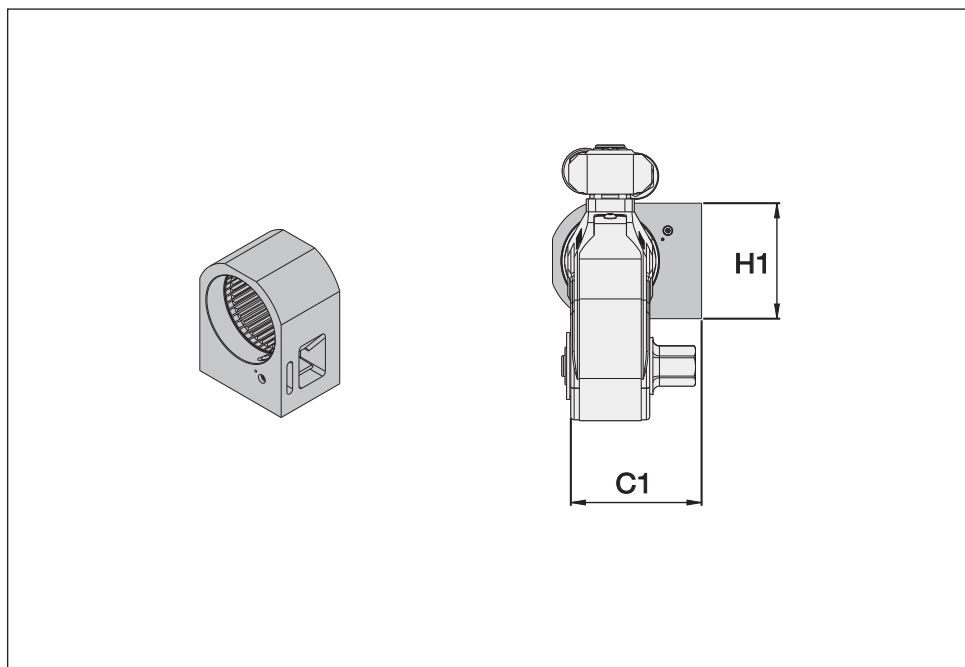

Fig. 30
6.6.4 Dimensiones y especificaciones, brazo de reacción corto, serie SRA (Fig. 30)